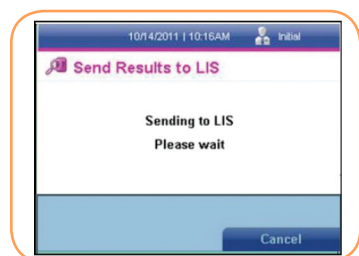

FIGURA 94
- Mediante la tecla [↓], seleccione la opción deseada y, después, pulse la tecla programable derecha. Se mostrará una pantalla en la que se indicará al usuario que el lector está enviando los resultados al SIL (Figura 94).